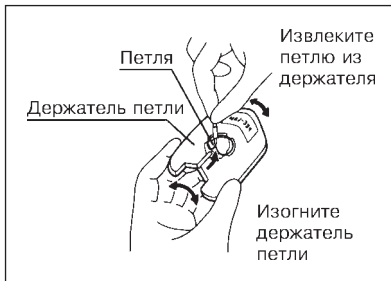

Рис. 3.
- (1) Удерживая петлю за соединительное кольцо, извлеките её из держателя, как показано на рис. 3.
- (2) Убедитесь в отсутствии деформации петли, как описано в разделе 3 «ПЕРЕЧЕНЬ ЭЛЕМЕНТОВ ИНСТРУМЕНТА».